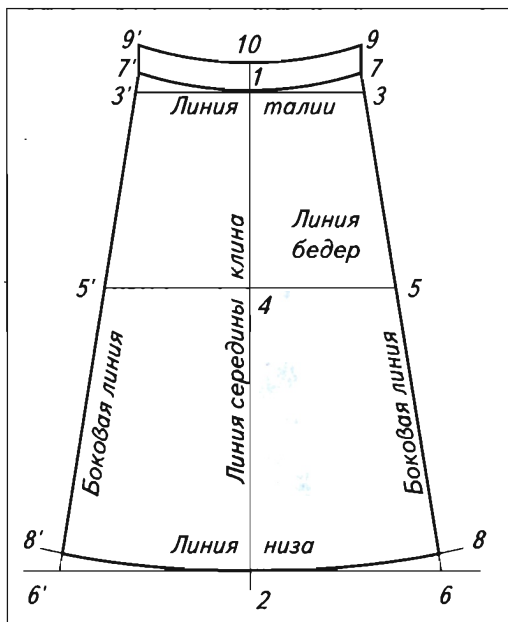

Рис. 14. Построение клина
1. На листе проведите вертикальную линию. Это линия середины клина (рис. 14).